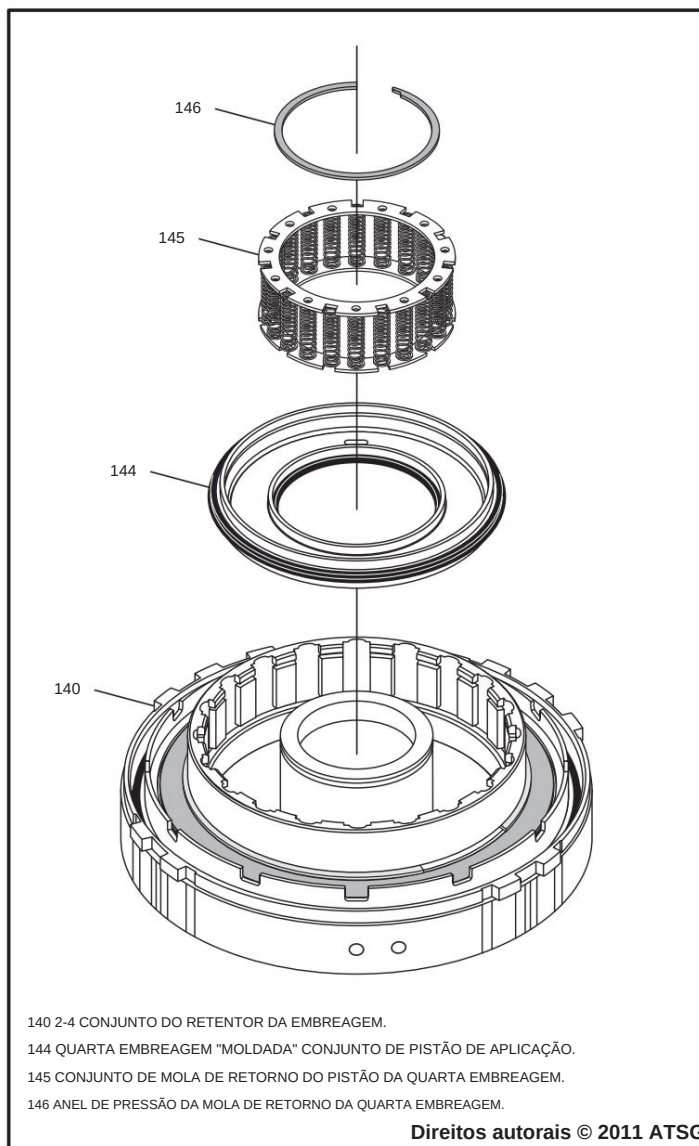

Figura 82
9. Instale o 4º pistão da embreagem "moldado" no retentor da embreagem 2-4, conforme mostrado na Figura 82.
10. Instale o conjunto da mola de retorno do pistão da 4ª embreagem na parte superior do pistão, conforme mostrado na Figura 82.
11. Posicione o anel de retenção na parte superior da mola de retorno (consulte a Figura 82).